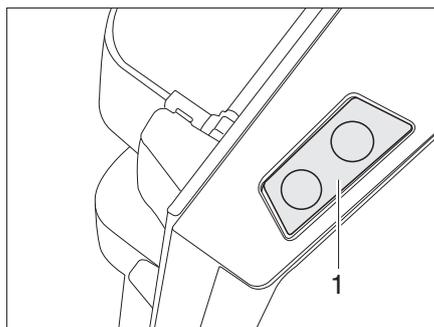

Fig. 273 Touche de déverrouillage de la porte du réfrigérateur (Dometic Série 8)
**Ouvrir :** ■ Appuyer sur la touche de déverrouillage (Fig. 273,1) et ouvrir le réfrigérateur.